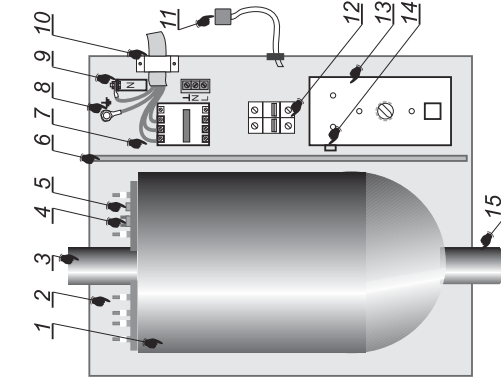

Рис.1
5.1. Отопитель состоит из трёх основных частей: теплообменника (бака), элементов коммутации (пускатель и автоматические выключатели) и блока управления, закреплённых на основании и закрытых съёмным кожухом (рис.1).